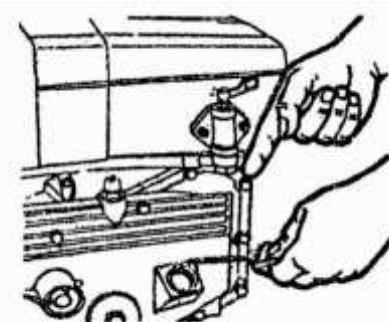

рис.1
2. Проверьте масляным щупом уровень масла. Уровень масла должен находиться между верхней и нижней отметкой щупа (рис.1). Уровень масла выше верхней отметки приведет к перегреву масла и даже к выходу двигателя из-под контроля. Уровень масла ниже нижней отметки приведет к плавлению корпусов подшипников. После проверки уровня масла затяните крышку масляного фильтра.